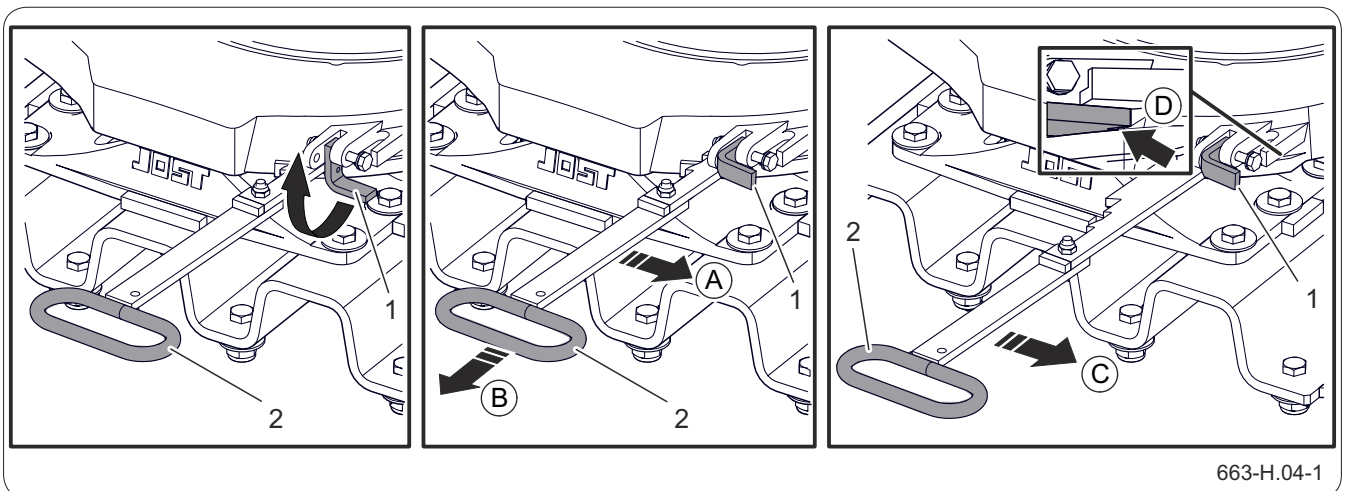

Figure 5.8 Pour ouvrir la sellette d'attelage
Le cliquet de verrouillage (1) doit être en position basse – figure 5.8.